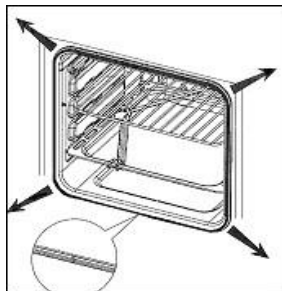

Рисунок 14
2. Извлеките старое уплотнение, вытянув его поочередно из каждого угла, как показано на изображении (см. рис. 14).